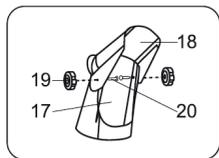

Рис. 5
- Совместите отверстия дефлектора (18) с отверстиями на выпускном желобе (17). Установите винты с полукруглой головкой (20) и закрепите гайкой-барашком (19) с двух сторон (Рис. 5).